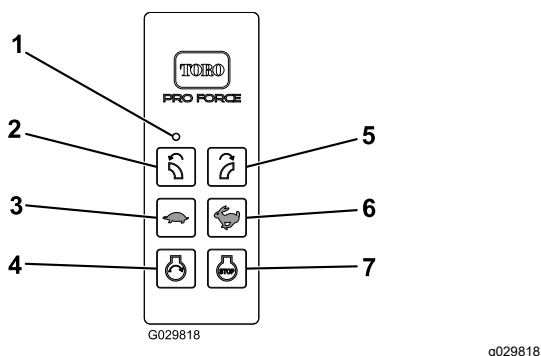

Bild 9
Die LED-Leuchte zeigt die Kommunikation zwischen der Handfernbedienung und dem Funksteuermodul an (Bild 9).
Betätigen Sie die MOTORSTOPP-Taste, um den Motor abzustellen (Bild 9).
Nachdem Sie die Maschine für die Fernsteuerung vorbereitet haben, drücken Sie die MOTORSTART-Taste, um den Motor zu starten (Bild 9). Informationen zum Anlassen finden Sie unter Betrieb des Motors \(Seite 19\).
Drücken Sie die DÜSE LINKS DREHEN-Taste oder die DÜSE RECHTS DREHEN-Taste, um die Gebläsedüse in die gewünschte Richtung zu drehen (Bild 9).
- Drücken Sie die MOTORDREHZAHL ERHÖHEN-Taste (Hasen-Symbol), um die Drehzahl des Motors zu erhöhen (Bild 9).